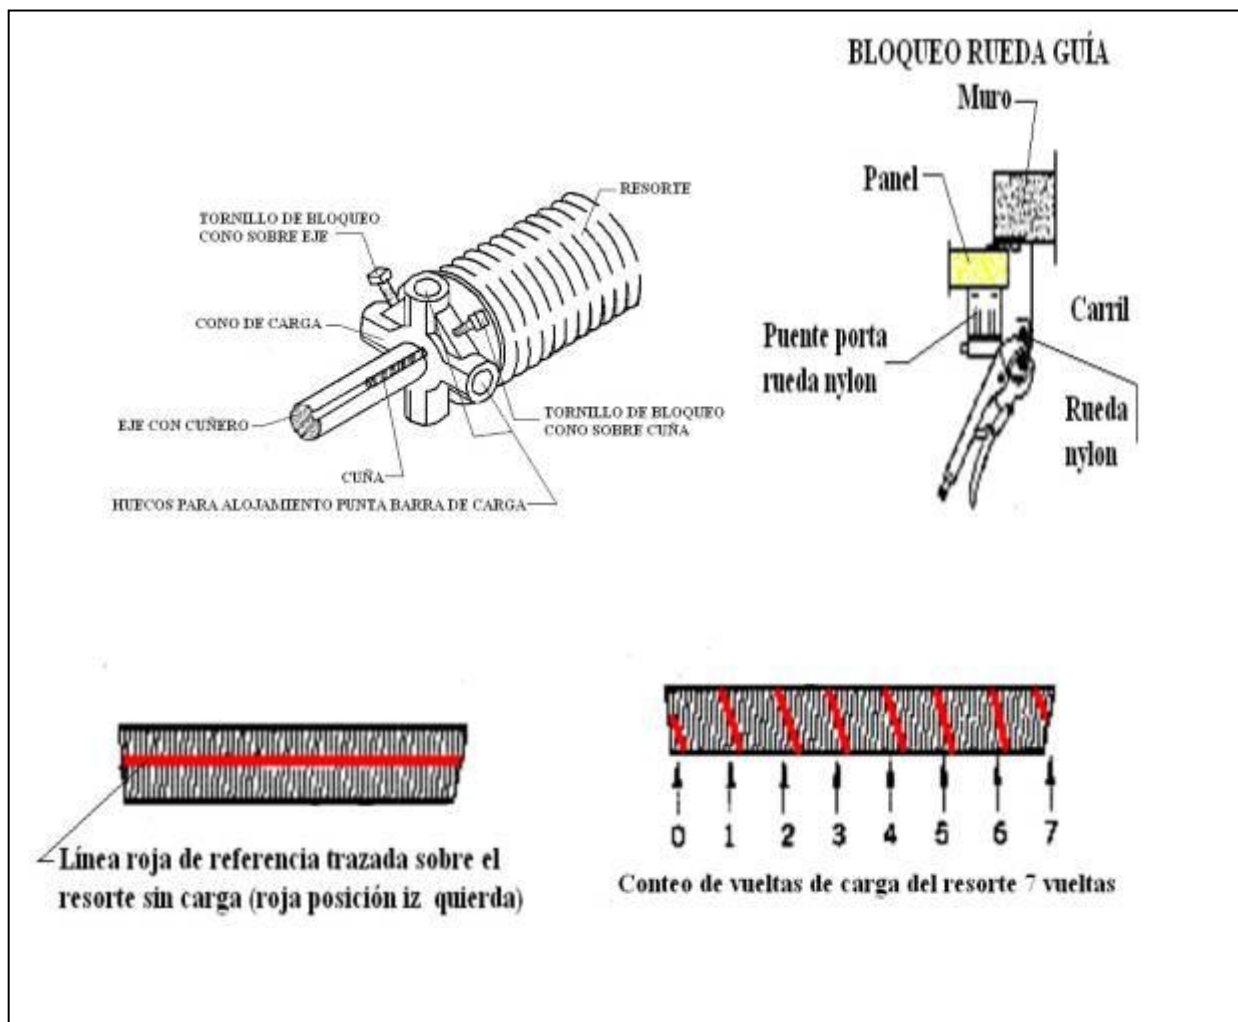

Fig. 6A Carga de los resortes de Torsión
- Bloquear mediante pinzas de presión el eje porta-resortes, teniendo en tensión el cable apenas montado. (Fig. 6A) Respetar las mismas operaciones para el cable izquierdo, verificando que ambos cables se encuentren perfectamente insertados y fijados en las ranuras apropiadas.
- Calcular la distancia “D” (ver Fig. 6A) con la fórmula indicada. Este espacio adicional será ocupado por el resorte después de la operación de cargue.
- Fijar sobre el eje en cercanía del punto “PI” una pinza de presión (Fig. 6A)
- El número de los giros de carga debe corresponder al número de espacios entre las espirales (ver Fig. 6A). Si después de dicha operación las espirales del resorte no cubren la distancia "D", es necesario apartar manualmente el cono de carga hasta cubrir una determinada distancia, de tal manera que las espirales se coloquen correctamente.